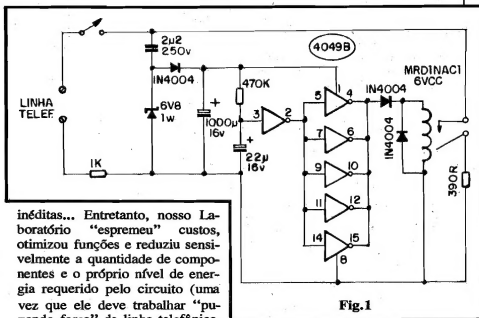

Fig. 1
- FIG. 1 - O CIRCUITO - Nem a idéia em si, nem a própria estrutura circuital são completamente